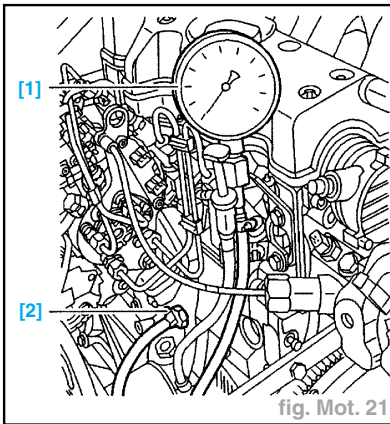

fig. Mot. 21
- Poser le raccord [2] et son flexible (fig. Mot. 21).